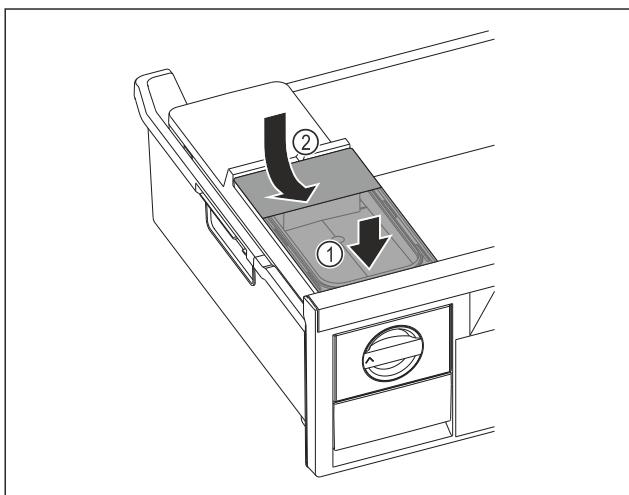

Fig. 104
- Postavite spremnik za vodu sprjeda. Fig. 104 (1)
- Spustite spremnik za vodu straga. Fig. 104 (2)